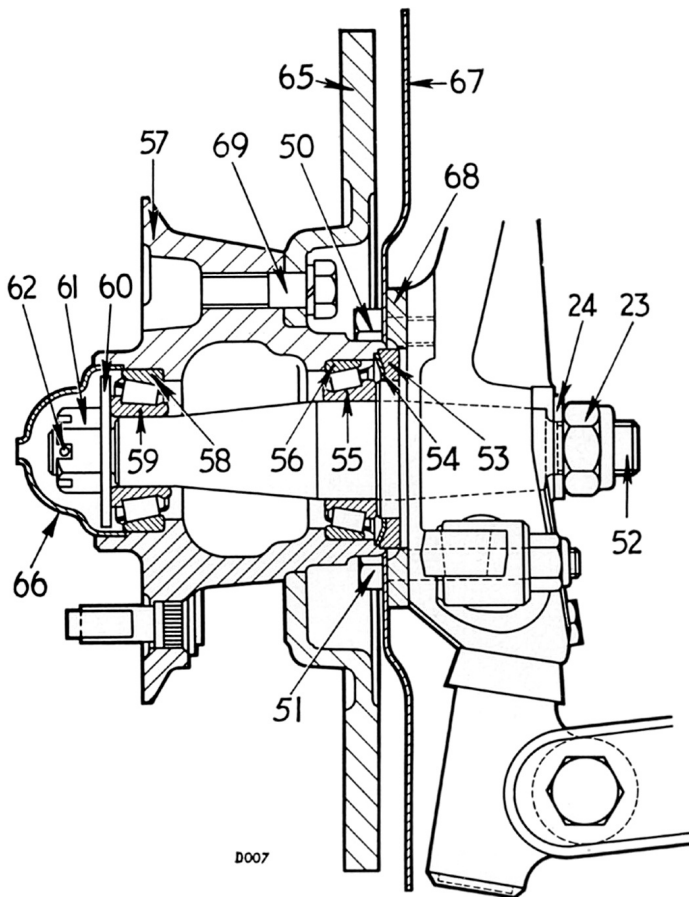

Fig. 37. Coupe transversale du frein à disque et du moyeu
1. Enlever la partie intérieure du roulement à rouleaux extérieur (59) du moyeu.
2. Au moyen d'une chasse en métal doux, extraire la partie intérieure du roulement à rouleaux intérieur (55) et l'ensemble joint de feutre (53) et (54) du moyeu (57).
3. Extraire les bagues extérieures (56) et (58) des roulements à rouleaux extérieur et intérieur du moyeu.
4. Si nécessaire, enlever les boulons (69) (Fig. 37), et détacher le disque (65) du moyeu (57).